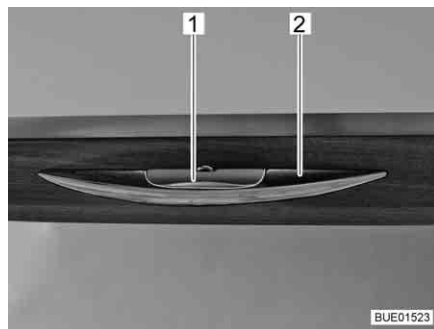

Fig. 53 Trampilla de mueble con tirador de desbloqueo
- Presionar el tirador de desbloqueo (Fig. 53,1) y mantenerlo presionado.
- Tirar del tirador (Fig. 53,2) hasta que la trampilla de mueble esté abierta.